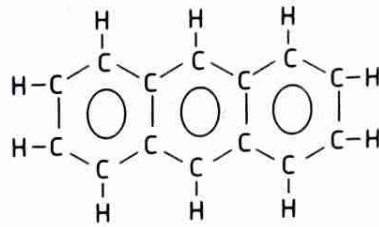

Fig. 16 – Exemplo de uma cadeia cíclica aromática polinucleada condensada.
- ✓ nas cadeias **polinucleadas condensadas** os anéis de benzeno possuem átomos de carbono em comum (Fig. 16).